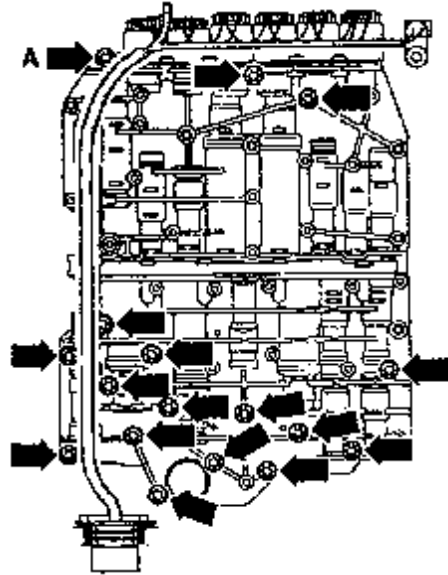

图 8-80 拆卸滑阀箱
(4) 如图 8-80 所示，松开滑阀箱固定螺栓（箭头），取下带线束的滑阀箱。注意只允许松开（箭头）标明的固定螺栓，松开别的螺栓会影响滑阀箱的功能或者整个滑阀箱会散开。对于带 E17 液压控制变速箱，箭头 A 螺栓比别的短且细，要注意其安装位置。对于带 E18/2 液压控制变速箱，不要装图 8-80 所示箭头 A 螺栓。从变速箱上取下滑阀箱，同时要跟踪线
(4) 先用手带紧滑阀箱螺栓(图 8-80 所示箭头), 随后从内向外拧紧滑阀箱螺栓。螺栓的拧紧力矩为 $8\text{N} \cdot \text{m}$ 。